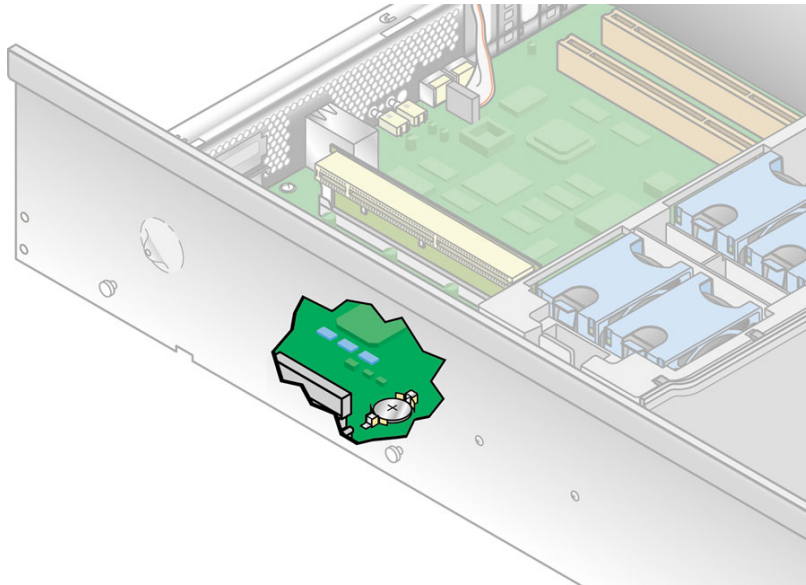

図 4-37 システムバッテリーの取り外し
3. 奥にスライドさせて片方を引き上げて、ホルダーからシステムバッテリーを取り外します (ホルダーの位置については、図 4-37 を参照)。